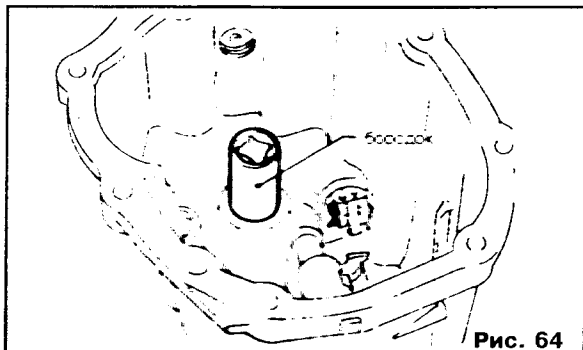

Рис. 64
- Задний конечный подшипник счетной шестерни заднего удлинителя (см. рис. 64).